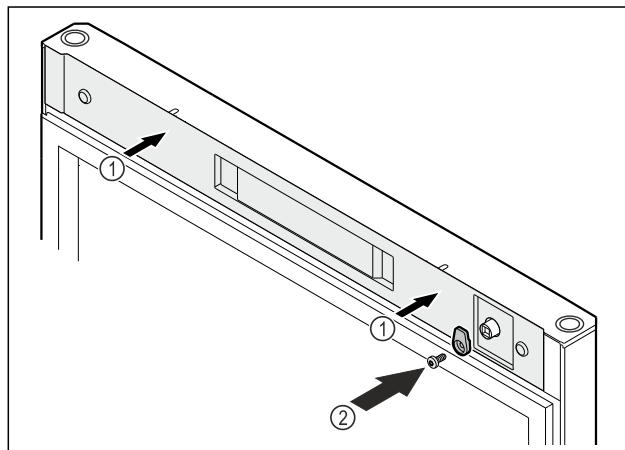

Fig. 55
- ▶ Nasadte kryt Fig. 55 (1).
- ▶ Našroubujte petlici Fig. 55 (2).